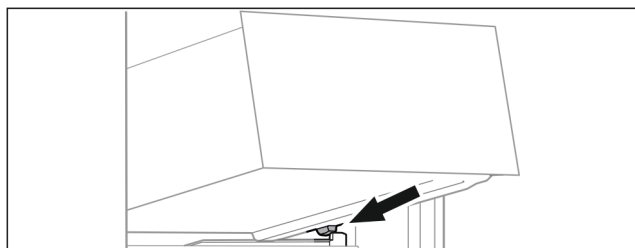

Fig. 33
- ▶ Applicare il cassetto inclinandolo dietro i fermi sulla nervatura del contenitore. (vedere Fig. 33)